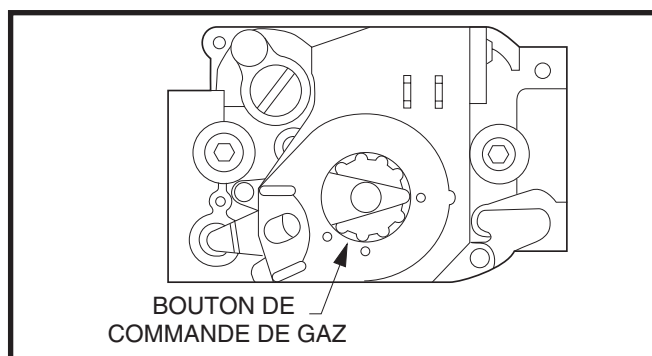

Figure 30. Robinet de gaz à allumage direct – Honeywell
- Honeywell : enfoncez et tournez le bouton de commande du gaz dans le sens des aiguilles d'une montre à la position **OFF** (fermé). Voyez la Figure 30.
- **Honeywell** : enfoncez et tournez le bouton de commande du gaz dans le sens contraire aux aiguilles d'une montre à la position **ON** (ouvert) (Figure 30).
- **Honeywell** (Figure 30) : tournez le bouton de commande du gaz dans le sens des aiguilles d'une montre jusqu'à la position **OFF** (fermé), **Robertshaw** (Figure 28) : poussez le levier de commande du gaz vers la position **OFF** (fermé).
- **Honeywell** : enfoncez et tournez le robinet de gaz dans le sens des aiguilles d'une montre à la position **OFF** (fermé) (Figure 30).
- **Honeywell** : enfoncez et tournez le bouton de commande du gaz dans le sens des aiguilles d'une montre à la position **OFF** (fermé) (Figure 30).
- **Honeywell :** enfoncez et tournez le bouton de commande du gaz dans le sens des aiguilles d'une montre à la position **OFF** (Figure 30).